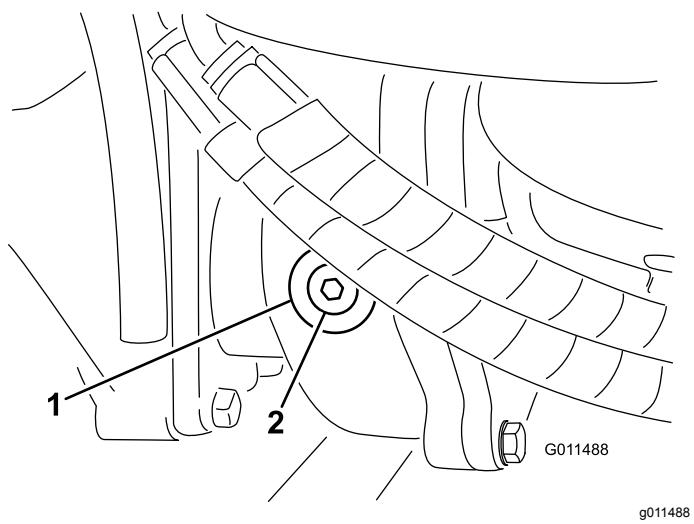

Figura 86
- Togliete il tappo di controllo/riempimento dal lato sinistro del riduttore e verificate che il lubrificante raggiunga la base del foro (**Figura 86**).